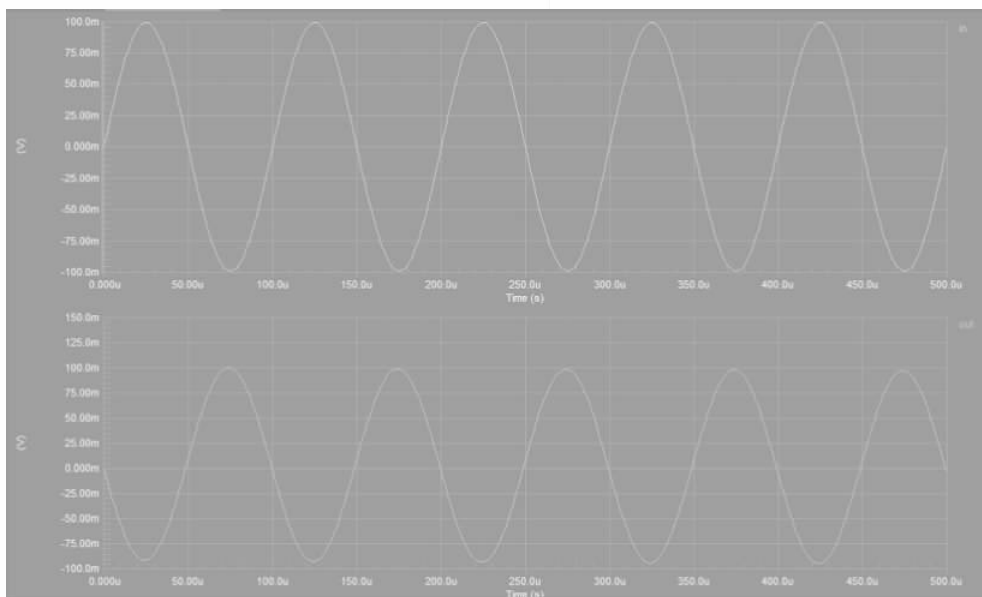

图 3-58 瞬态分析结果
- (4) 单击 Transient Analysis 标签,打开时序分析结果。如果没有出现波形,则按照前面的方法手工将 IN 和 OUT 信号波形添加到该界面中。图 3-58 给出了瞬态分析结果。